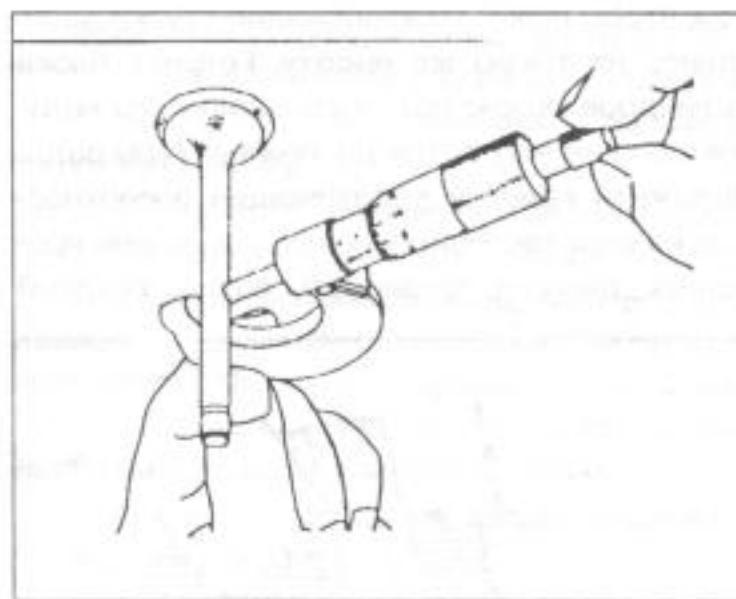

Рис. 45.
- Наружный диаметр стержней клапанов замеряют в трех местах по длине, как это показано на рис. 45. Вновь нужно взять данные в таблице параметров и габаритных размеров, но, во избежание ошибок, при этом нужно следить, чтобы они касались нужной модели двигателя. Если достигнуты пределы износоустойчивости, нужно заменить клапаны и, возможно, направляющие втулки.